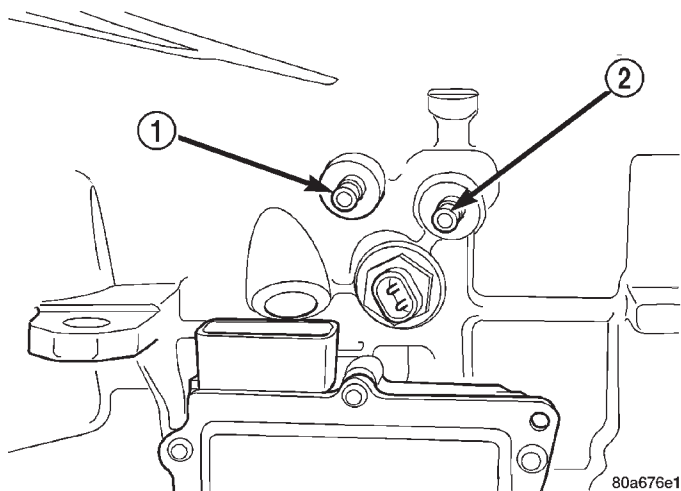

Fig. 259 Conexiones del enfriador de aceite del transeje
(1) Utilice cortadoras para manguera o un cuchillo adecuado y corte el conducto que va al enfriador (Fig. 259) al ras con la conexión de entrada del enfriador y coloque un recipiente debajo del conducto abierto.